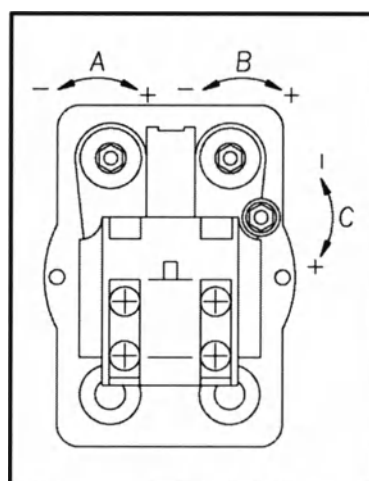

Рис. 7.45
- проверьте автомат давления (рис. 7.45). Снимите крышку с автомата давления. Для регулировки максимального давления вращайте винты “А” и “В”. Вращение винтов по часовой стрелке увеличивает давление, вращение винтов против часовой стрелки уменьшает давление;